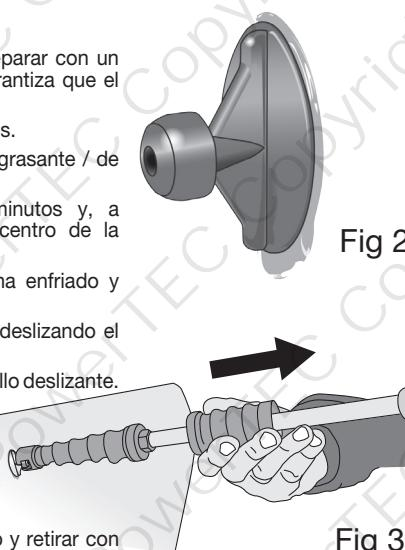

Fig 3
8. Golpee con golpes fuertes y constantes con el martillo (ver Fig. 3).